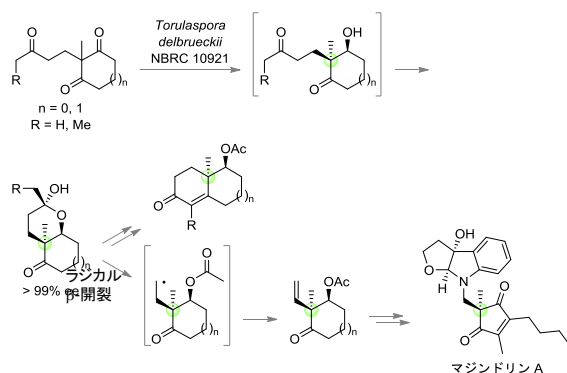

図2 微生物反応と有機合成を活用したマジンドリン A の合成
- ▶ プロキラルなカルボニル化合物に作用する微生物を探索し、酵母の一種 *Torulaspora delbrueckii* を選択し、不斉還元を行いました（図2）。
- ▶ 還元され生成したアルコールは、分子内環化反応を経て、光学的に純粋な二環性化合物へと変換しました。また、ラジカルb-開裂などの化学変換を開発し、インターロイキン6の活性阻害剤マジンドリン A の形式全合成に成功しました（図2）。